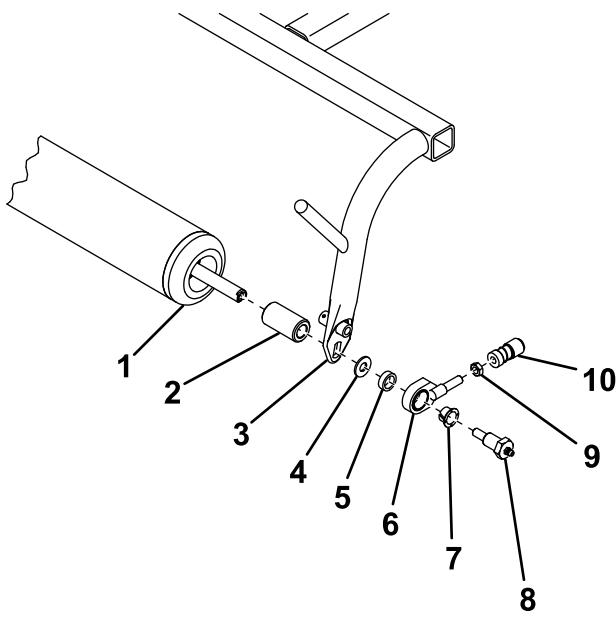

図 4
6. ローラの左右端部にフレームスペーサを入れる図 4。
7. 図 4 のように、プルフレームにローラを取り付ける。
8. プルリンクアセンブリに、ジャムナットと先ほど外したボールジョイントレシーバを取り付ける図 4。この時点ではまだジャムナットを締め付けないこと。